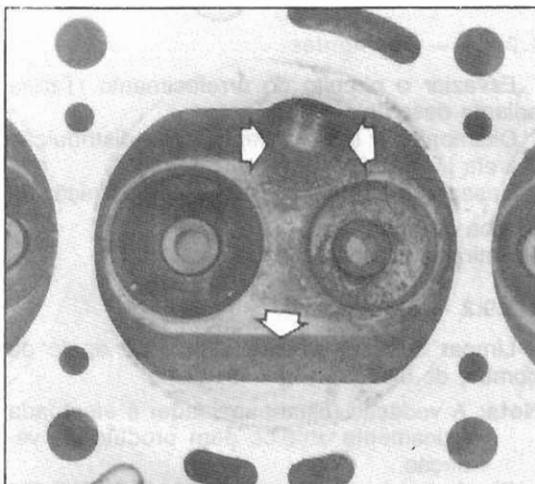

Fig.26 — As flechas indicam os locais onde é permitido retirar material para o acerto do volume das câmaras de compressão
**Nota:** Quando for necessário proceder ao faceamento (rectificação) da face de assentamento (apoio) da cabeça, medir de seguida o volume mínimo das câmaras de compressão. Quando o volume mínimo não for atingido retirar algum material nos locais assinalados na fig.26 para acerto do volume das câmaras.
Retirar, quando necessário, material nos locais indicados na fig.26 para acerto do volume das câmaras de compressão.